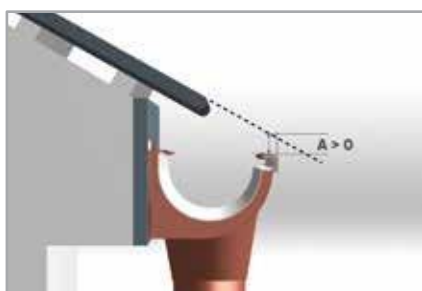

Fig. 1
- 1.5 over de buitenrand van de goot loopt (zie de voorbeeldtoepassing in (Fig. 1) en dat regenwater in de goot valt. Als de lijn door de constructie van het dak onder de buitenrand van de goot loopt, moeten er sneeuwhekken op het dak worden geïnstalleerd om de goot te beschermen tegen schade door schuivende of opgehoopte sneeuw